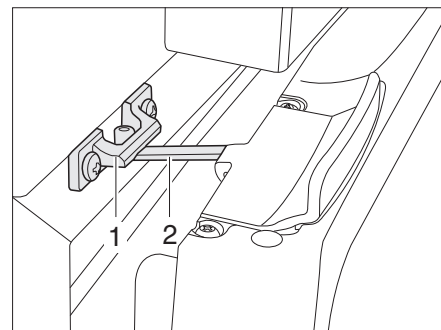

Fig. 333 Porte du réfrigérateur en position de ventilation (Thetford)
- Ouvrir le verrouillage (Fig. 333,2) et l'enclencher dans le logement de verrouillage (Fig. 333,1). La porte du réfrigérateur reste ainsi légèrement ouverte.